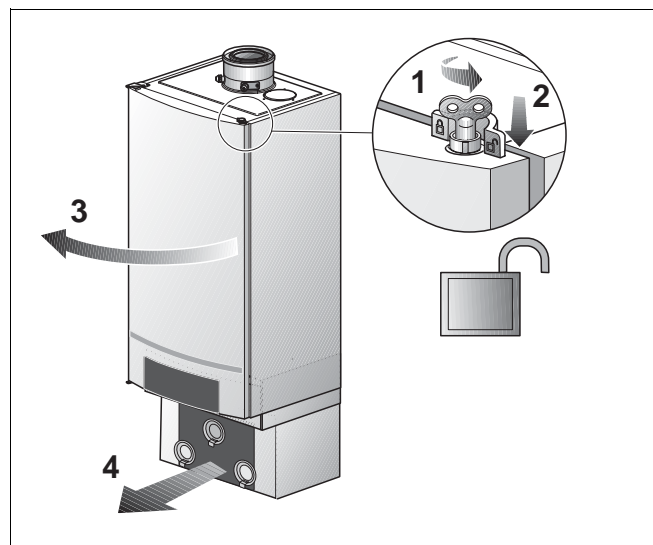

Fig. 104 Deschideți ușa cazanului
- Deschideți zăvorul ușii cazanului cu cheia de aerisire rotind un sfert de tura (Fig. 104, **lupă**).
- Apăsați zăvorul în jos (Fig. 104) și deschideți ușa cazanului.